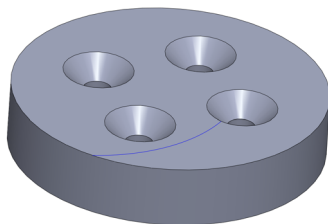

图 7-25 投影曲线对象
(4) 单击【确定】按钮, 即可投影曲线对象，如图 7-25 所示。